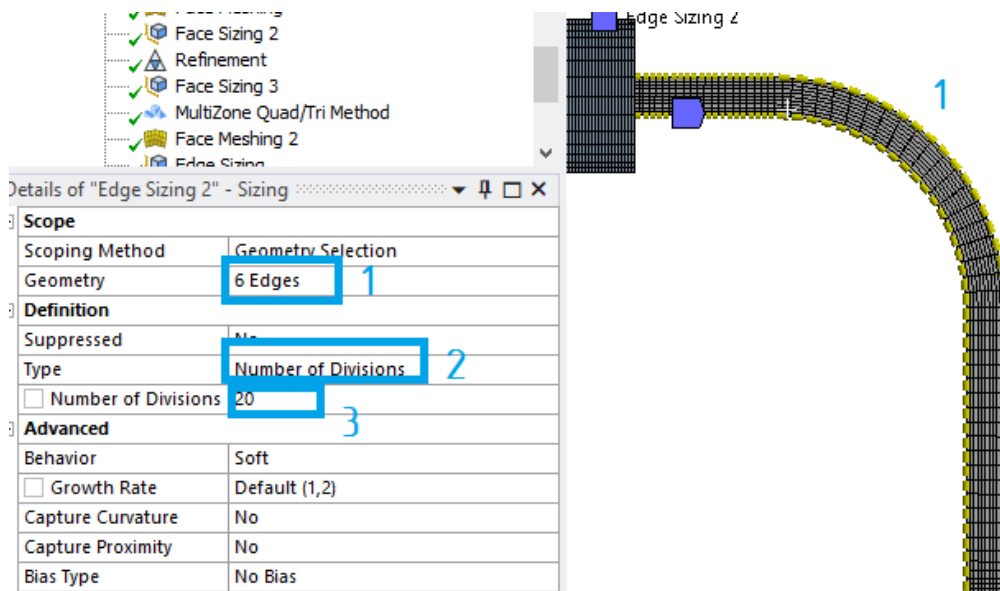

Рис. 15. Задание настроек сетки для участка № 5
- жмем ПКМ на *Mesh – Insert – Sizing*, выделяем длинные ребра участка № 5 (1), меняем тип на *Number of Divisions* (2) и задаем число делений (3) 20 (рис. 15);